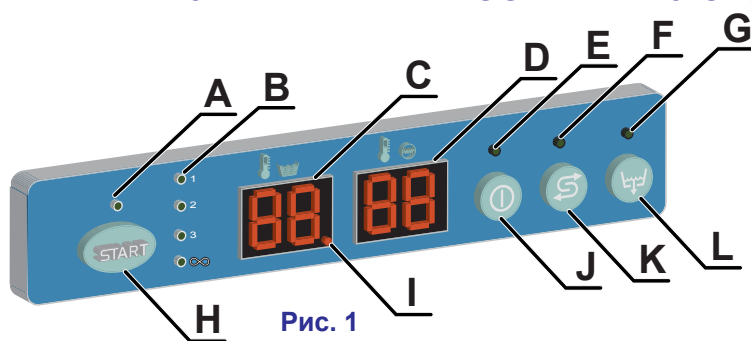

Рис. 1
Нажать кнопку J (см. рис. 1).
- Выбрать нужный цикл мойки (1, 2, 3, ∞), нажав кнопку H (см. рис. 1). На дисплее будет показана последовательность существующих программ.
- Запустить цикл, нажав кнопку **H** не более 1 секунды (см. рис.1). Запуск цикла сигнализируется миганием индикатора выбранного цикла. В конце цикла индикатор перестанет мигать, и на дисплее появится сообщение **END**.
ПРИМЕЧАНИЕ: Машина не выполнит новый цикл, пока открыта дверца или пока кнопка **H** не нажата дважды (см. рис.1).